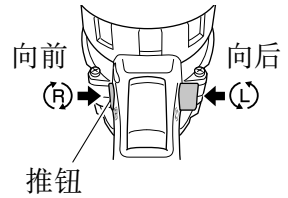

图 11
按推钮的 R (右) 侧, 钻头便会顺时针 (从后方看时) 旋转; 按推钮的 L (左) 侧则使钻头逆时针旋转。(参照图 11)。(推钮上有 (L) 和 (R) 标记。)